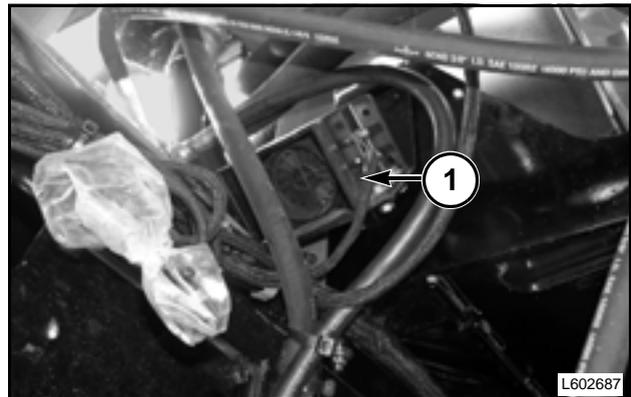

FIG. 125
FIG. 125: La cosechadora está provista desde fábrica con una alarma de retroceso (1) que se activa cuando la perilla se desliza hacia la reversa y se encienden las luces de retroceso.